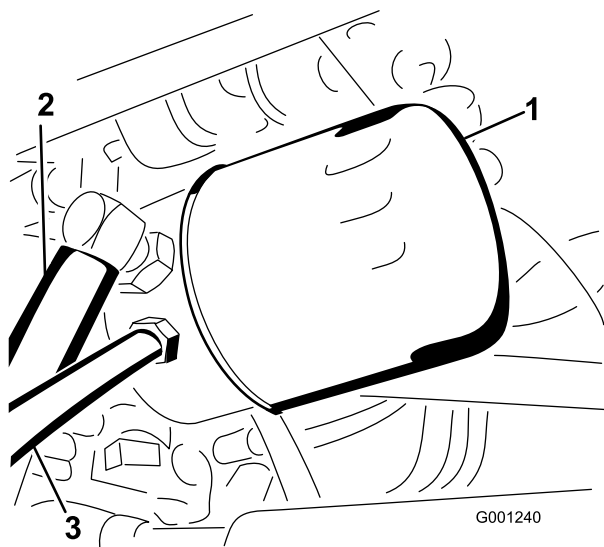

Figura 71
4. Pulite attorno al filtro dell'olio idraulico e rimuovete il filtro (Figura 71).